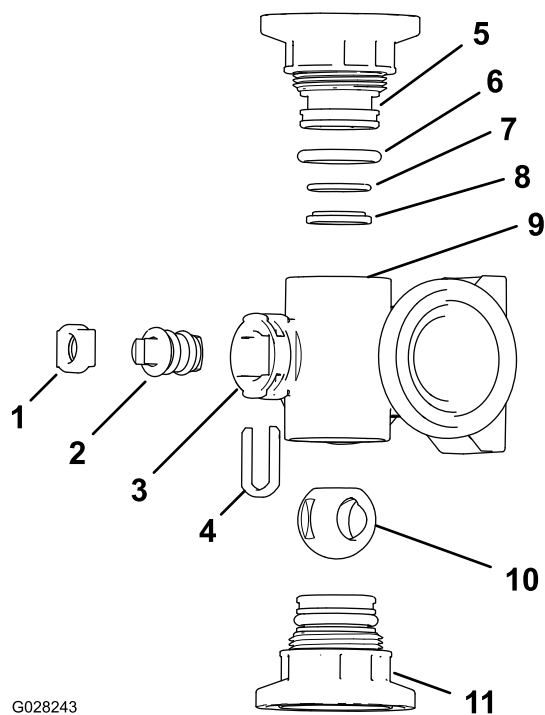
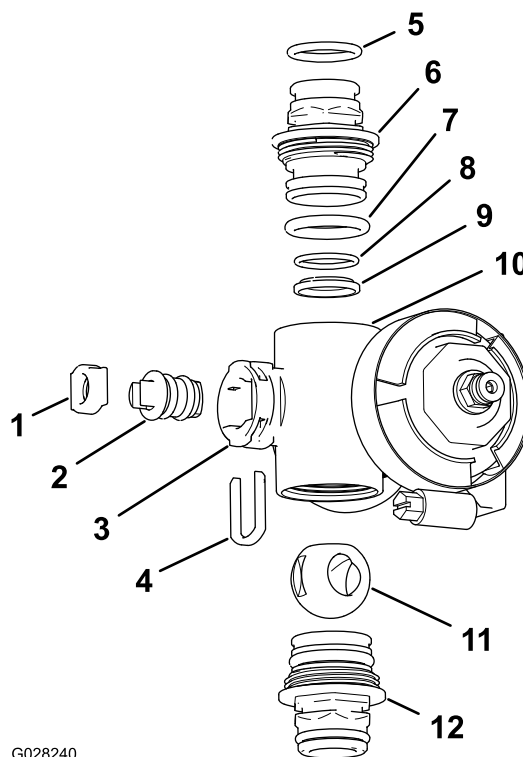

Figura 129
Figura 130
2. Retire o conjunto das duas uniões de cada extremidade do corpo do coletor (Figura 129 e Figura 130).
4. Retire a fixação da haste das ranhuras na porta da haste no coletor (Figura 129 e Figura 130).
5. Retire a fixação da haste e o encaixe da haste da válvula do coletor (Figura 129 e Figura 130).
6. Do corpo do coletor, retire o conjunto da haste da válvula (Figura 129 e Figura 130).
1. Verifique o estado dos anéis de retenção da união de saída (apenas coletor da válvula de secção), dos anéis de retenção do tampão, dos anéis de retenção de encaixe posterior, do encaixe da esfera para ver se há danos ou desgaste (Figura 129 e Figura 130).
2. Aplique lubrificante de silicone na haste da válvula e insira-a no encaixe da haste da válvula (Figura 129 e Figura 130).
3. Instale a haste da válvula e o encaixe no coletor e fixe a haste e o encaixe com a fixação da haste (Figura 129 e Figura 130).
4. Certifique-se de que o anel de retenção de encaixe posterior e o encaixe da esfera estão alinhados e encaixados na união do tampão (Figura 129 e Figura 130)
5. Instale o conjunto da união do tampão no corpo do coletor até a flange da união do tampão tocar no corpo do coletor (Figura 129 e Figura 130); depois rode a união do tampão mais 1/8 a 1/4 de volta.